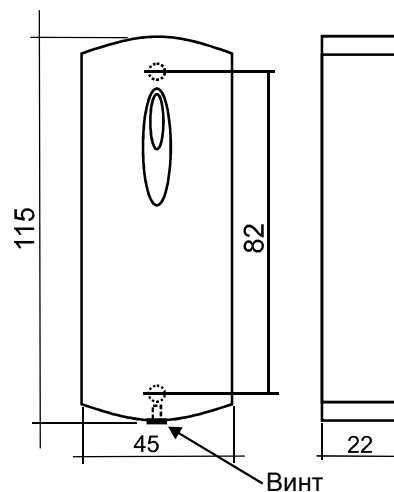

Рис.2 Габариты изделия.
1. Разметьте и просверлите отверстия для крепления под размер отверстий считывателя (Рис.2).